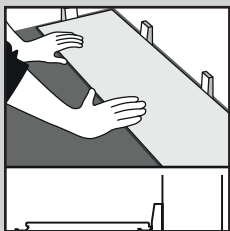

Fig. 1
1. Comience con un tablón/baldosa completo a lo largo de la pared y calcule cuántos habrá a lo ancho hasta el otro extremo de la sala. Si va a haber una fila de tablon/baldosas estrechas a lo largo de la pared opuesta, corte la primera fila. Instale el producto con el lado de la lengüeta/del corte hacia la pared. Coloque separadores de 5 mm entre el tablón/baldosa y la pared (Fig. 1).